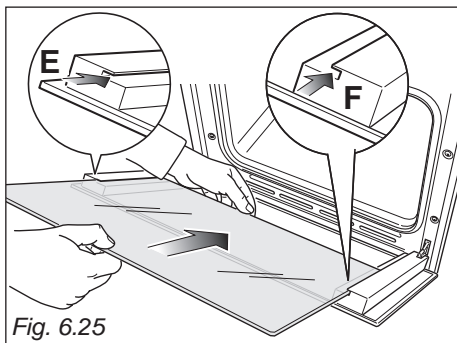
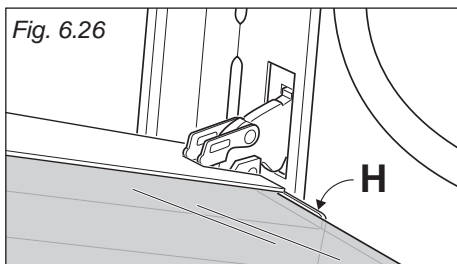

Fig. 6.25
Fig. 6.26
- Indsæt glaslågen ind i rillerne "**E**" og "**F**" (Fig. 6.25) og skub den ned til holderen "**H**" (Fig. 6.26).